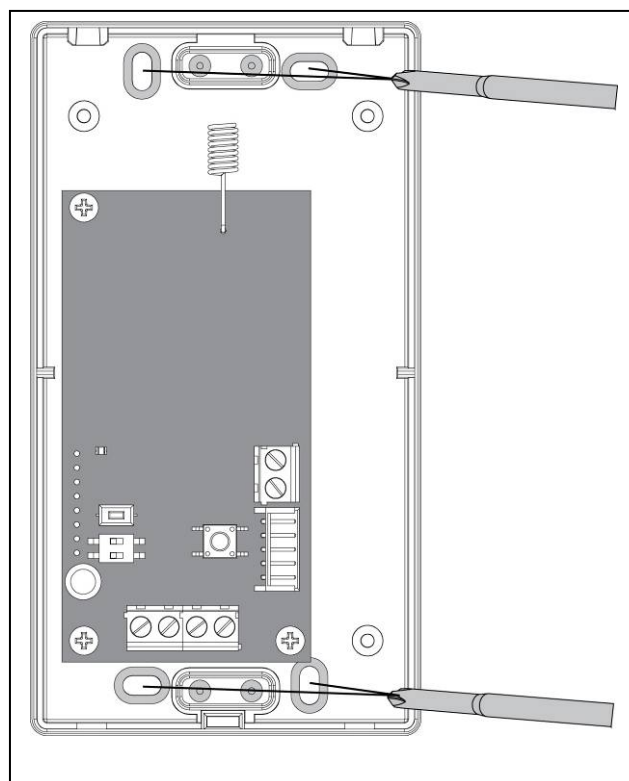

Рисунок 6: Установка трансивера
3. Приложите трансивер к выбранной поверхности и отметьте 4 отверстия для винтов (см. рис. 6) .